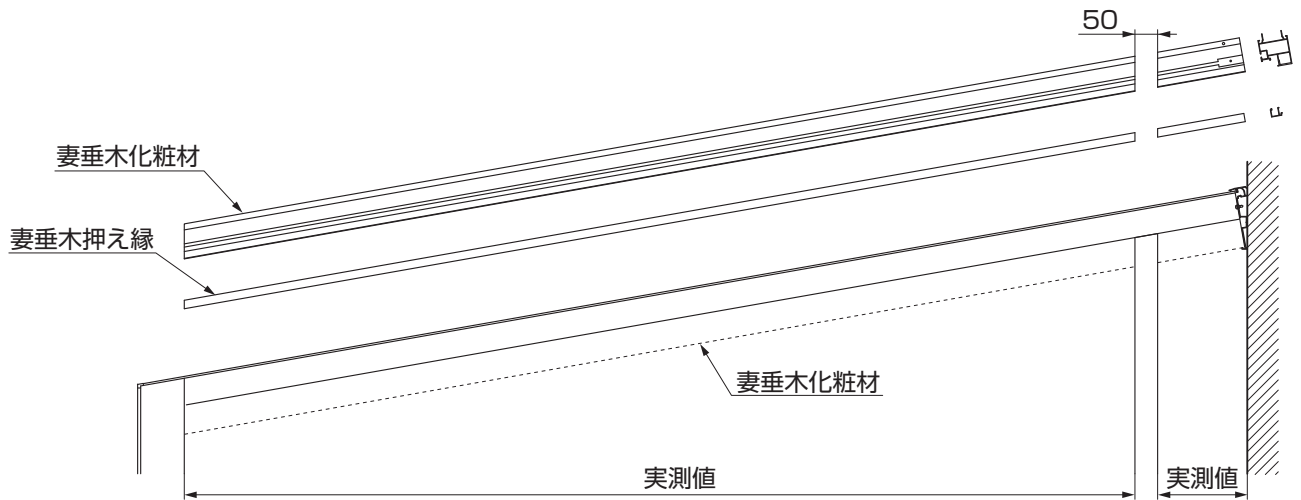

図6-1
①図6-1のように現場にて寸法を採寸して妻垂木化粧材、妻垂木押え縁を切断してください。